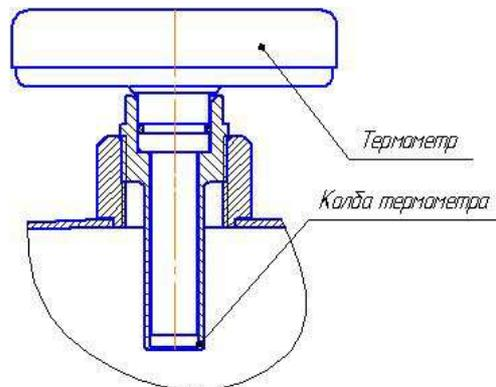

Рисунок 3 - Термометр
3.10. Вытащив термометр из колбы (рис.3), накапать 6-8 капель машинного масла и установить термометр на место.